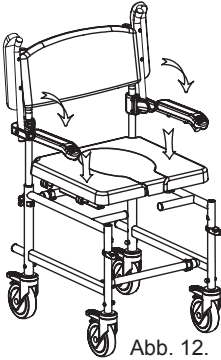

Abb. 12.
- Setzen Sie den Sitz auf den Rollstuhlrahmen und drücken Sie ihn nach unten, um ihn zu befestigen, und setzen Sie dann den Deckel auf (Abb. 12);